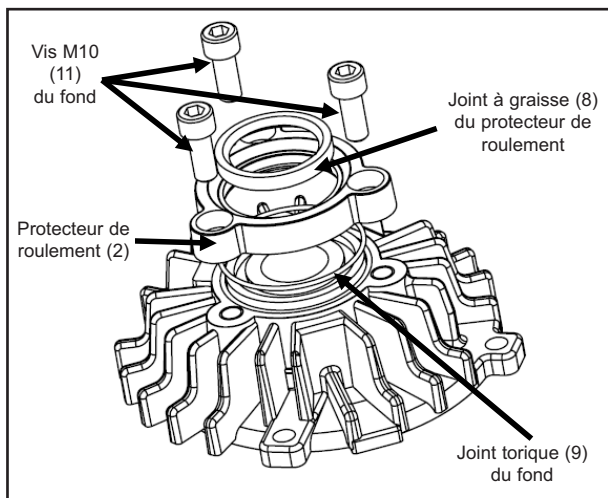

Figure 16
1. Enlevez les trois vis M10 (11) qui fixent le fond, puis enlevez le protecteur de roulement (2) ; voir la figure 16.